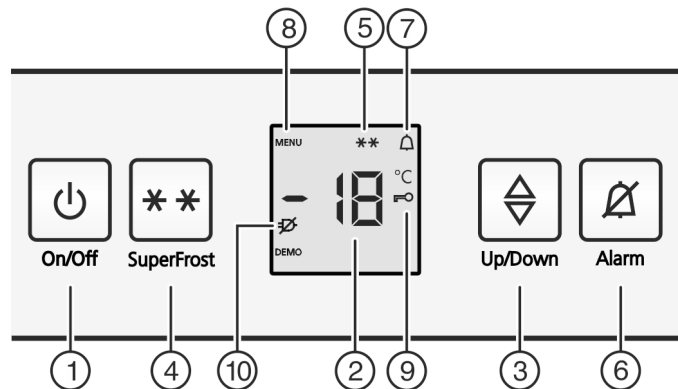

Fig. 2
- ▶ Premere il tasto On/Off Fig. 2 (1).
- ▶ Attivazione del modo regolazione: premere il tasto SuperFrost Fig. 2 (4) per ca. 5 sec.
- ▶ Sul display viene visualizzato il simbolo menu Fig. 2 (8).
- ▶ Confermare brevemente con il tasto SuperFrost Fig. 2 (4).
- ▶ Sul display si illumina il simbolo sicurezza bambini Fig. 2 (9).
- ▶ Premere brevemente il tasto On/Off Fig. 2 (1).
- ▶ Il simbolo sicurezza bambini Fig. 2 (9) si spegne.